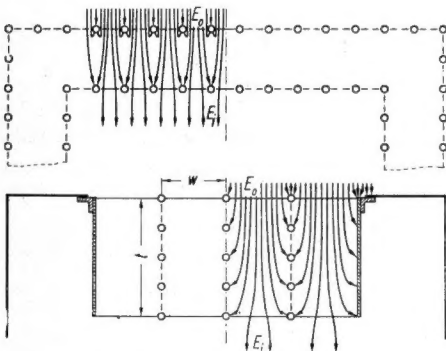

Bild 2. Feldlinienbild einer Doppelwand aus Maschendraht und eines Wabenfensters aus Maschendraht (schematisch)
b. Schirmung von Fenstern durch Maschendrahtwaben. Da die Abschirmung durch eine einfache oder doppelte Maschendrahtwand bei hohen Frequenzen begrenzt und die Licht- und Luftdurchlässigkeit ungenügend ist, wurde für die Fenster eine Konstruktion gewählt, welche die Dämpfung elektromagnetischer Felder in Hohlleitern (Kaminwirkung) ausnutzt. Bild 2 zeigt zum Vergleich den Feldverlauf innerhalb eines doppelten Maschengeritters und in dem neuen Wabengitter. Felder mit einer Wellenlänge, die genügend groß ist gegen die Grenzwellenlänge, erfahren eine Dämpfung proportional dem Verhältnis der Tiefe l zur Weite w des Hohlleiters.